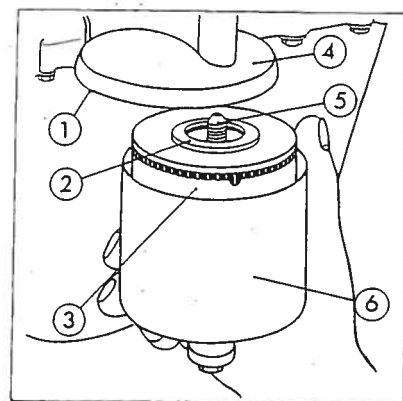

Fig. 7 Motorens oljefilter
1. Løs den sekskantede senterbolten (fig. 7) og trekk ut oljefilterhuset.